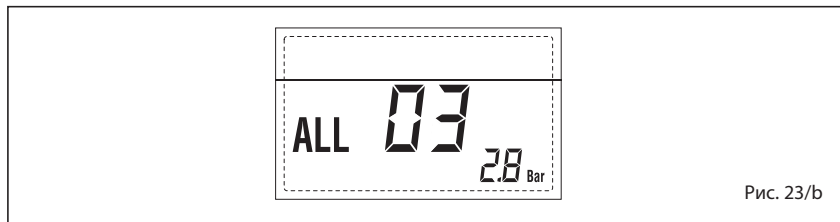

Рис. 23/b
– **НЕПОЛАДКА ДАТЧИКА САНТЕХНИЧЕСКОЙ ВОДЫ, «ТРЕВ. 04» (рис. 23/c)**